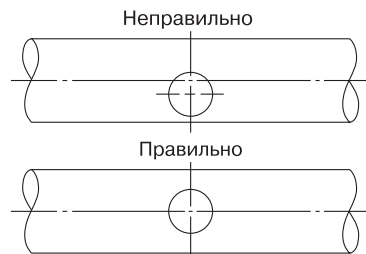

Рис.2
2. Сделайте отверстие в трубе (как показано на рис.2). Убедитесь, что оно перпендикулярно центру трубы. Если отверстие сделано не по центру, то лопасть будет задевать за внутреннюю стенку трубы.